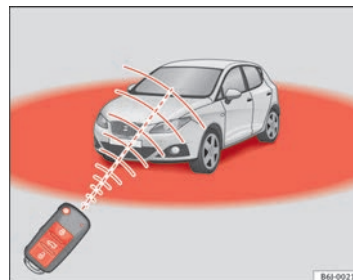

Abb. 47 Wirkungsbereich der Funk-Fernbedienung
Zudem blinkt die Batterie-Kontrollleuchte des Schlüssels ⇒ Abb. 47 auf.
- Die Funk-Fernbedienung funktioniert nur innerhalb ihres Wirkungsbereiches ⇒ Abb. 47.